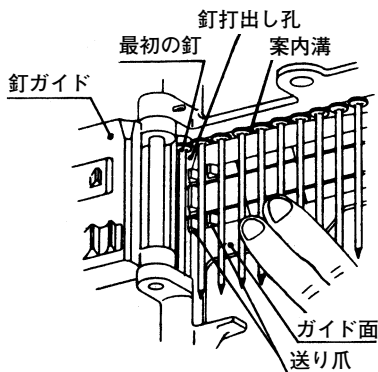

図 11
- 釘を装着するためにマガジン内から引出します。つぎに釘列の最初の釘を射出口に入れ、2本目の釘を送り爪の間に入れます。同時に釘頭が案内溝に入るようにします。(図11)